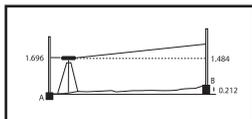

Abb. 11
- Bauen Sie das Gerät ab und stellen Sie es etwa 1 m von Punkt A entfernt wieder auf (Abb. 11).